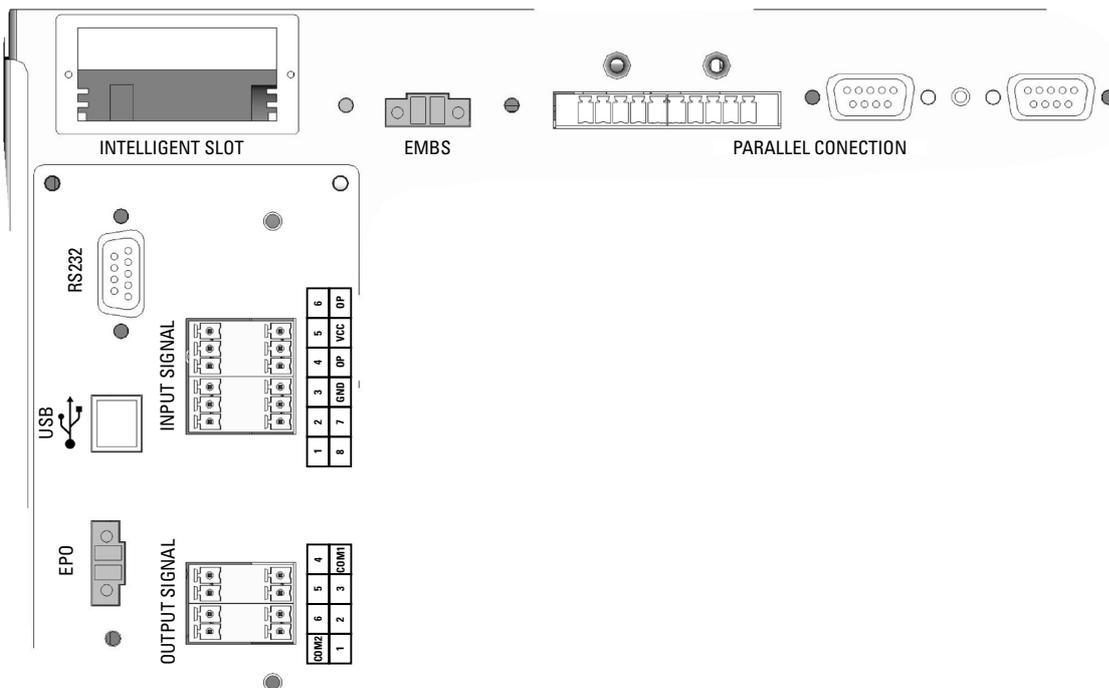

Fig. 13. Detalle de la Interface externa y comunicaciones.
La interfaz del equipo con el exterior consta de diversas señales dedicadas de entrada y de salida, y de diferentes puertos y slots de comunicaciones, tal como muestra la siguiente Fig. 13:
- Puertos paralelo (ver Parallel Connection Fig. 13)
El conmutador de bypass manual del equipo (**Q5**) dispone un micro interruptor colocado detrás de su bloqueo mecánico. Este contacto normalmente abierto está extendido hasta una regleta de dos bornes (**EMBS**) situada detrás del equipo (ver Fig. 13 y Fig. 16) e internamente conectado al propio control del SAI.
El SAI dispone de dos bornes para la instalación de un pulsador externo de Paro de Emergencia de Salida -EPO- (Fig. 13).